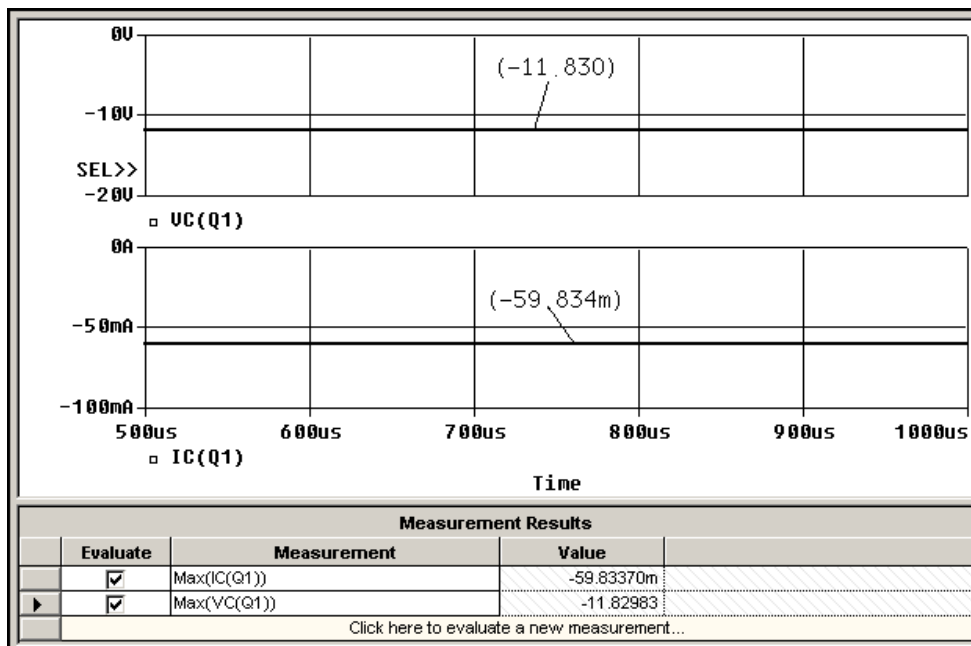

Рис. 99. Добавление области построения
- 17.б. Построить график тока коллектора в одной области, а напряжения коллектора в другой (рис. 99).
- 17.в. Включить трассировку10 и поставить на построенных графиках метки11 с координатами. Отредактировать метки так, чтобы отображалось только значение по оси Y (рис. 99). Режим редактирования меток запускается двойным щелчком правой клавиши мыши по метке.